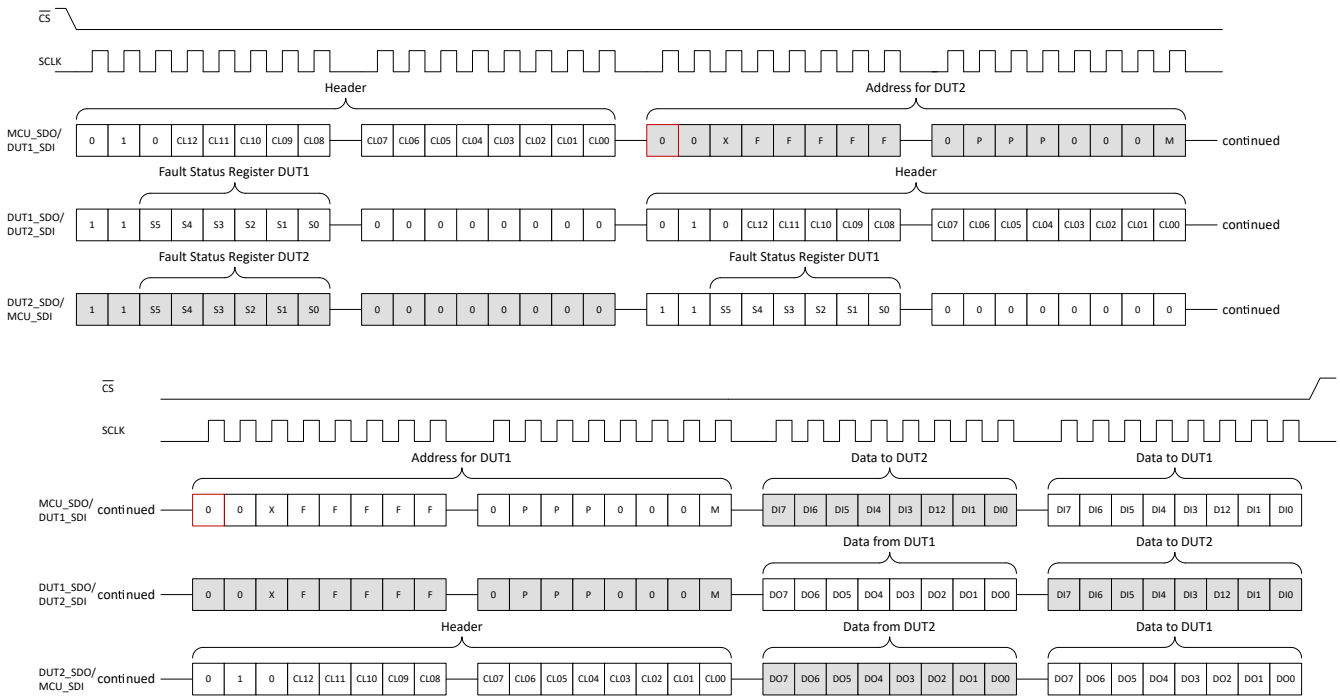

図 7-11. SPI デイジーチェーンの書き込み
図 7-11 は、デイジーチェーン接続された 2 台のデバイスに対するデイジーチェーン書き込みの例を示しています。ヘッダ バイトはチェーン長 (CL) 値 2 を設定して送信され、その後に DUT2、DUT1 のアドレス、続いて DUT2、DUT1 の 8 ビットのデータ入力 that 送信されます。最初のデバイスがデータをシフト出力する際、まず自身のステータス セグメントを送信し、その後に元のヘッダ、DUT2 のアドレス、DUT1 からのデータ出力、そして DUT2 のデータ入力を送信します。チェーン内の最後のデバイスは、まず自身のステータスを送信し、その後に DUT1 のステータス、最後に DUT2、DUT1 のデータ出力を送信します。